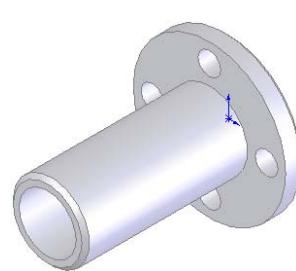

图 5-30 修改后的图形
**04** 退出修改特征。单击“特征”工具栏中的“Instant3D”图标按钮 $\text{Instant3D}$ ，退出动态修改特征操作。此时图形如图 5-30 所示。